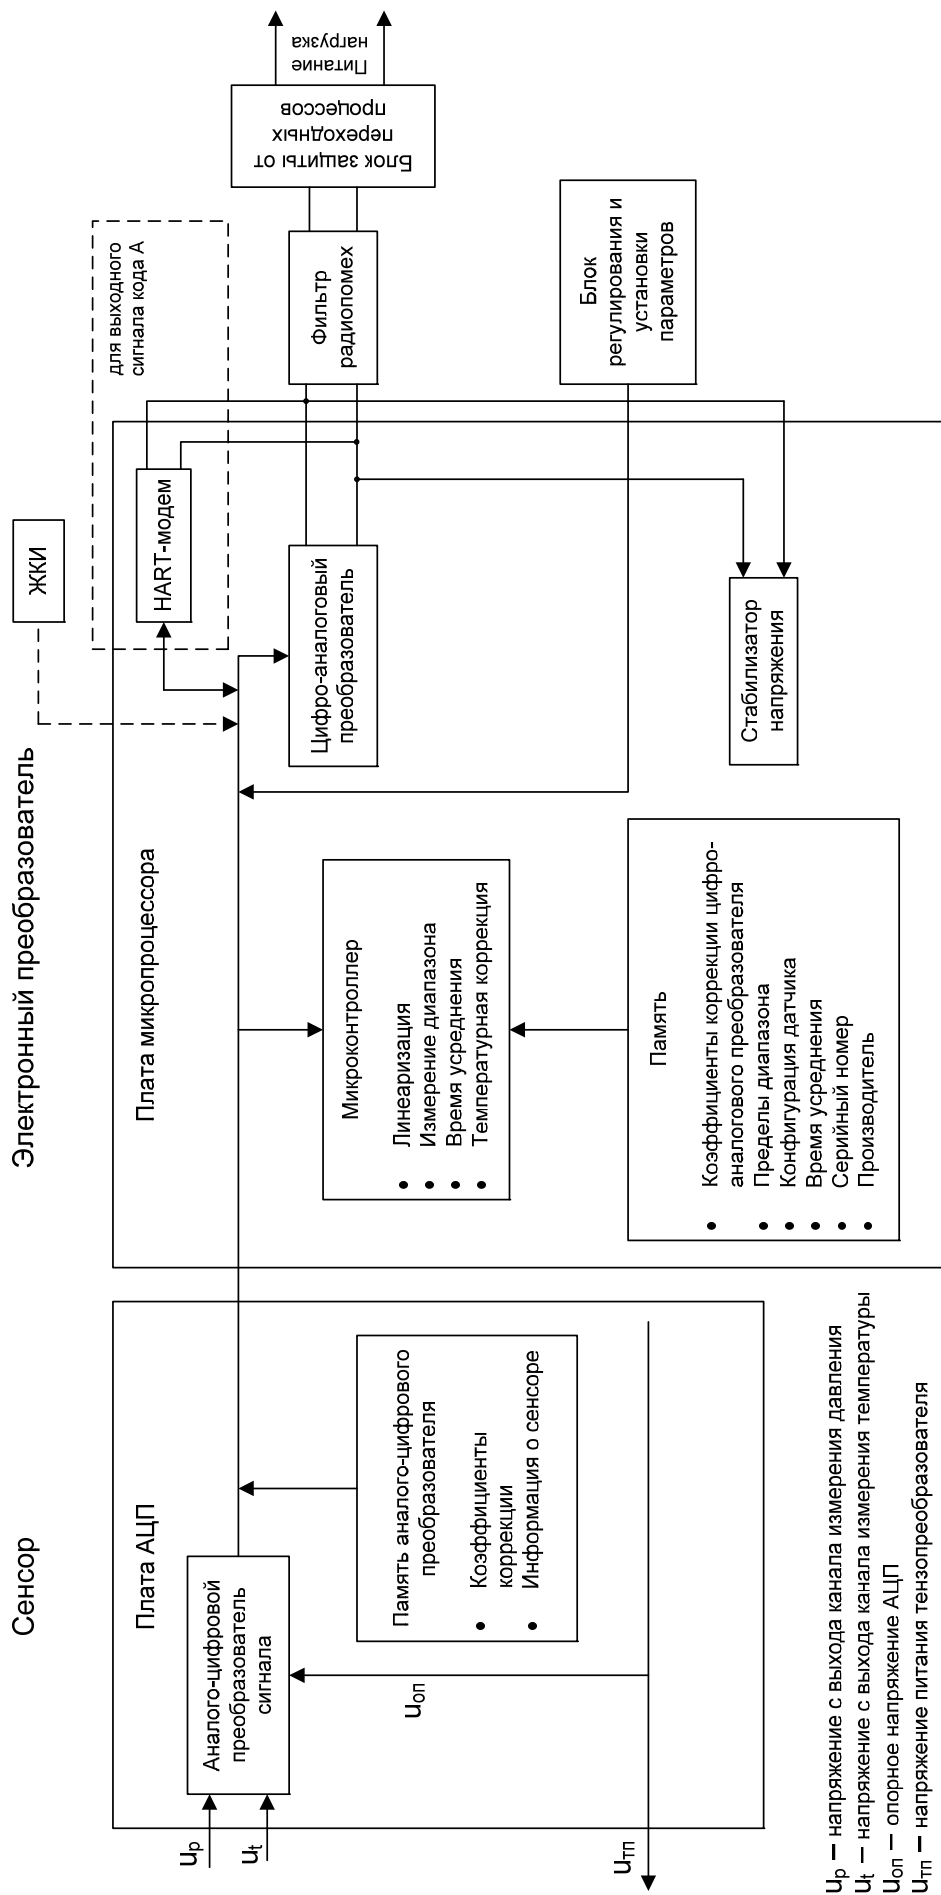

Рисунок 4 – Блок-схема канала обработки (преобразования) сигнала измерительного блока
1.3.4 Функционально канал преобразования сигнала измерительного блока (рисунок 4) состоит из